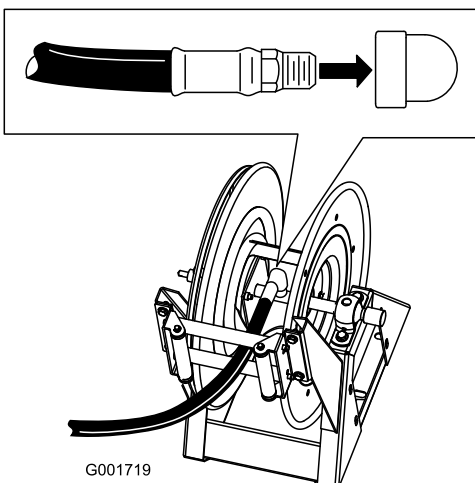

Рисунок 19
1. Оберните тефлоновой лентой резьбовые соединения фитинга длинного шланга и установите фитинг в соединительную трубку на барабане (Рисунок 19).